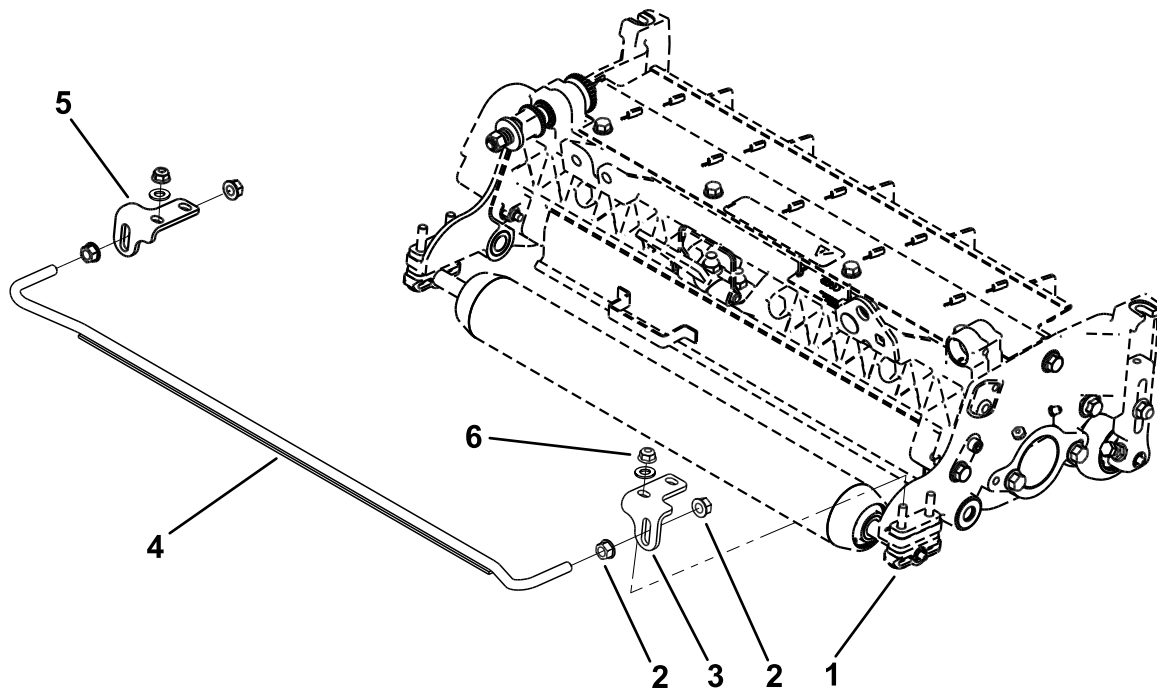

Figure 3
- Montez le support de racloir approprié (gauche ou droit) sur chaque support de rouleau au moyen de 2 contre-écrous à embase ($\frac{5}{16}$ " et de 2 rondelles. Positionnez les supports comme montré à la Figure 3. Veillez à bien fixer le rouleau dans ses supports.
- Vissez un contre-écrou à embase ($\frac{3}{8}$ " à chaque extrémité de la barre du racloir, comme montré à la Figure 3.
5. Insérez la barre du racloir dans les supports de racloir et fixez-la légèrement à l'aide de 2 contre-écrous à embase ($\frac{3}{8}$ "), comme montré à la Figure 3.